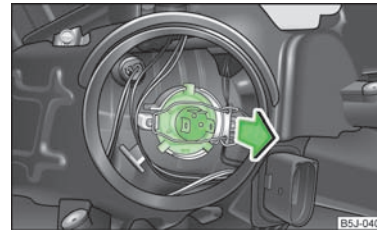

Abb. 147
- Den Stecker an der Glühlampe abziehen, den Sicherungsbügel entriegeln und die Glühlampe herausnehmen » Abb. 147.